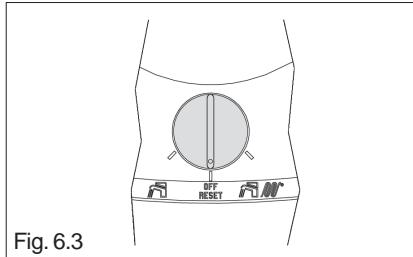

Fig. 6.3
- portare il selettori di funzione su OFF-RESET (fig. 6.3)